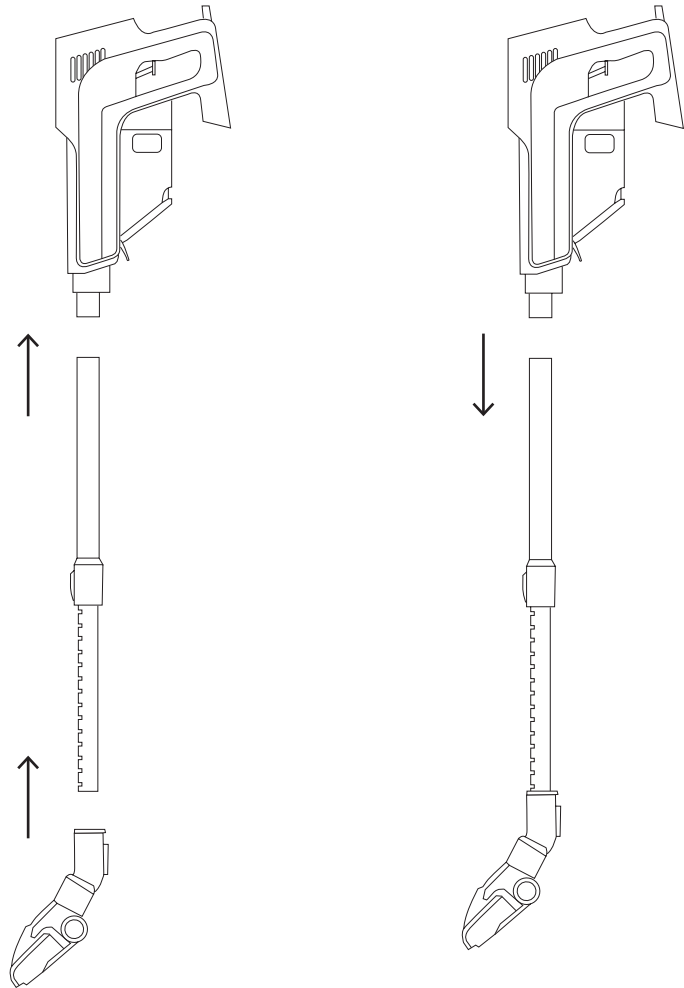

Fig.2
- Pulse el botón de vaciado del depósito de polvo (D) para abrir la tapa del depósito de polvo y vaciar el contenido en el recipiente de eliminación de residuos adecuado. (Fig. 2).